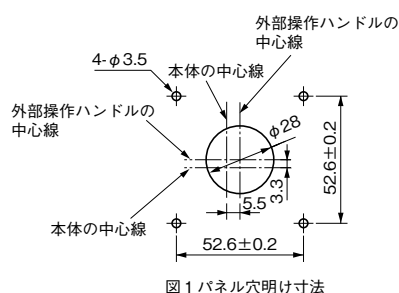
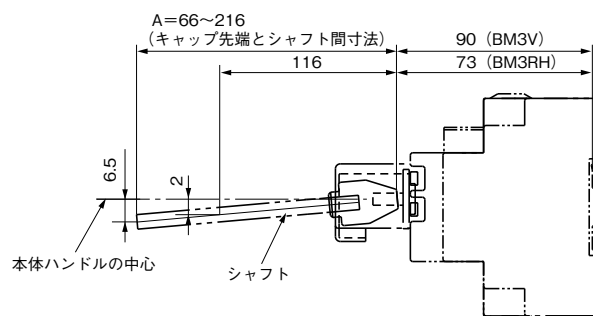

図1 パネル穴明け寸法
図2 MMS垂直取付でのシャフト傾き状態
- ① 本体をOFFにします。
- ② 短絡警報接点ユニットのリセットボタン(青ボタン)を押込んでください。(図2)
マニュアルモータスタータ本体が垂直取り付けの場合、シャフトが自重によって傾き、図2のように本体ハンドルの中心に対して位置ずれをおこすことがあります。シャフト寸法Aが116mm未満の場合の穴明け寸法は1-42ページと同一寸法(下記図1)ですが、シャフト寸法Aが116mmを超える場合は穴明け寸法の補正が必要になります。補正が不足すると扉パネル側のハンドルユニットがシャフト先端と干渉し、扉パネルが閉まらない場合があります。
(1) パネルロックレバーを電源側に押す。(図1)
(2) ハンドルをON方向に回転させる。(図1)
(注) パネルロックレバーを押さない状態では、ハンドルとパネルロックレバーに係合してハンドルロックがかかり、ハンドルはONできません。(図2)